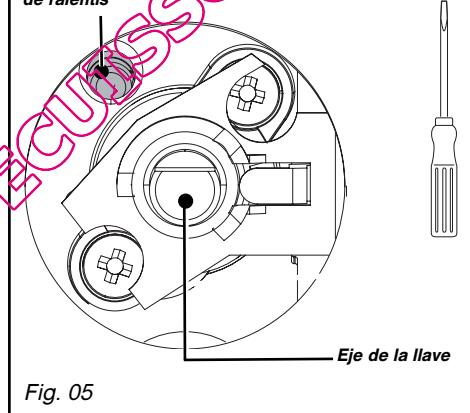

Fig. 05
- Con ayuda de un pequeño destornillador plano, **atornille a fondo** el tornillo de latón de regulación de los ralentí (amarillo) (Fig. 05), **en el sentido de las agujas del reloj**.